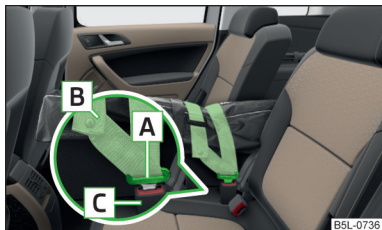

Fig. 94
- Insérez les languettes **A** » fig. 94 dans les boucles de ceinture de sécurité du milieu **C**, d'abord d'un côté et ensuite de l'autre.